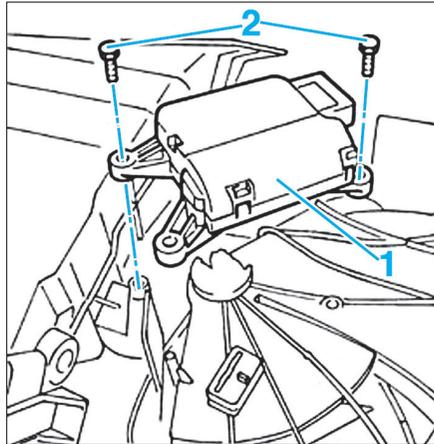

FIG. 23
- Débrancher le moteur de recyclage (1) (Fig.23), puis déposer les vis de fixation (2).